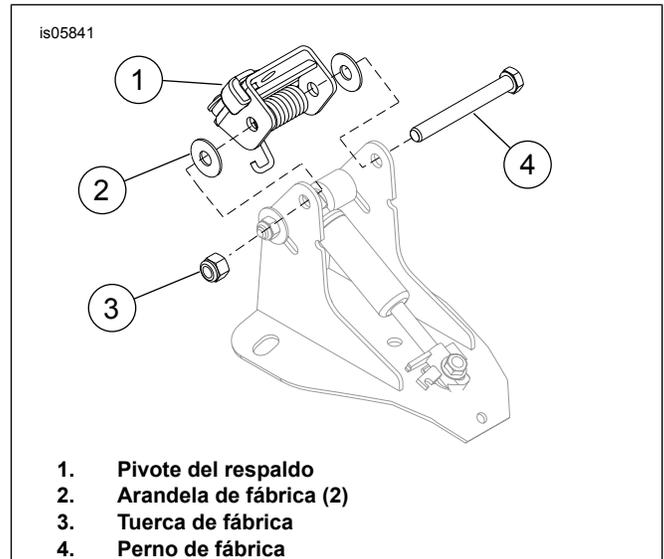
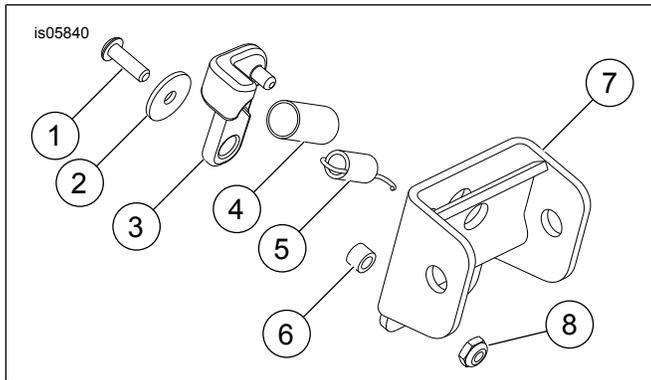

Figura 1. Instalación del pivote del respaldo
Figura 2. Piezas de servicio: kit de reparación del pivote
Vea Figura 2 y Tabla 1.
2. Vea Figura 1. Extraiga la tuerca (3). Guárdela para la instalación.
3. Observe la orientación del resorte y extraiga el perno (4) y las arandelas (2). Guárdela para la instalación.
4. Extraiga el pivote del respaldo (1).
1. Vea Figura 1. Instale el nuevo pivote del respaldo (1) del kit.
2. Instale el perno (4) a través de la pieza de soporte del respaldo y el pivote del respaldo. Asegúrese de que el resorte esté correctamente instalado y de que las dos arandelas (2) estén insertadas en la pieza de soporte del respaldo y el pivote del respaldo.
3. Instale la tuerca (3). Ajuste hasta que las roscas del perno estén expuestas.
4. Vea Figura 2. Empuje la palanca de liberación (3) y compruebe si el pivote gira libremente.